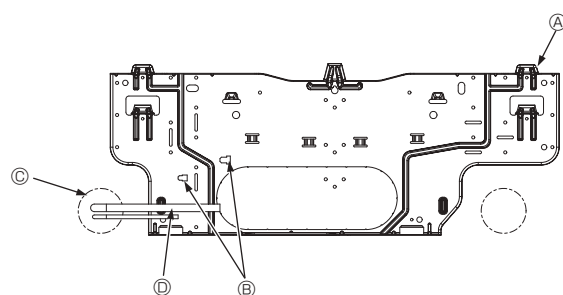

Fig. 3-5
- Ⓓ Befestigungsschrauben (4 x 25) ②
- Ⓕ Montageplatte ①
3.3. Wenn Rohre in der Wand verlegt werden (Fig. 3-5)
- Ⓐ Montageplatte ①